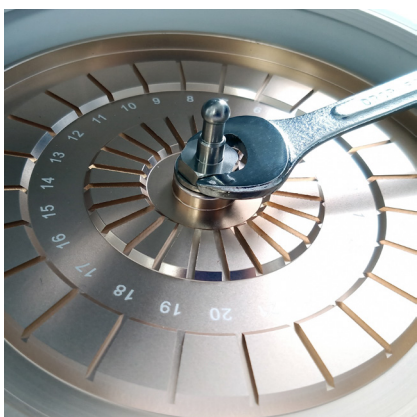

Figura 7
5. Para cambiar el rotor de hematocrito, retire previamente la tapa protectora del rotor. Posteriormente, utilice la llave española para desatornillar el tornillo que mantiene al rotor en su posición (Figura 7).